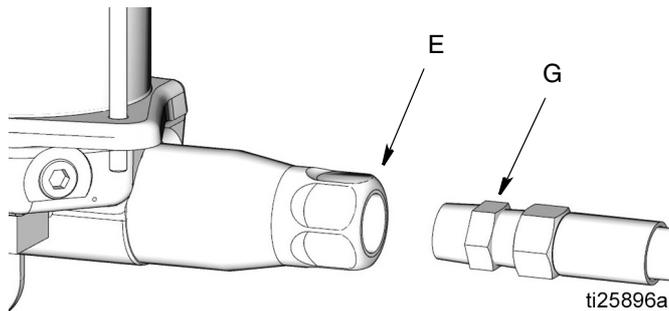

FIG. 9
6. Conecte la **salida de la bomba (E)** a la **tubería de lubricación (G)** (FIG. 9).